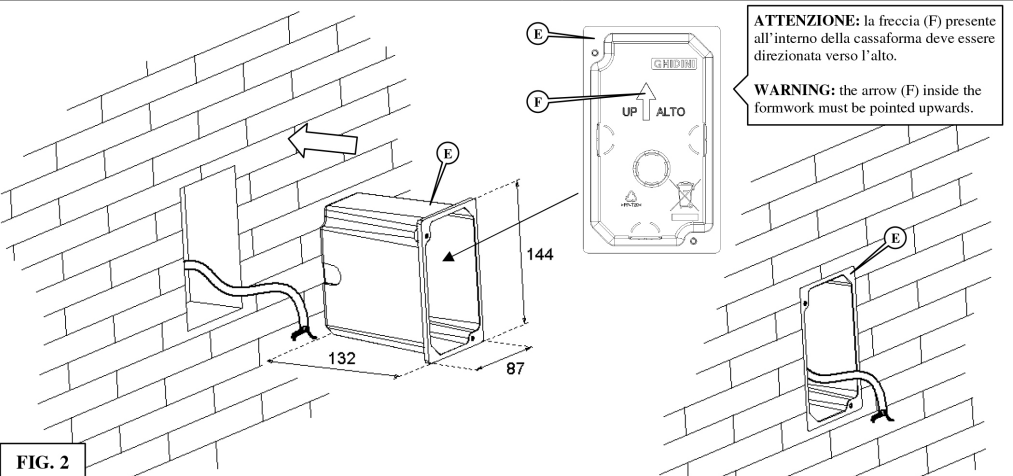

FIG. 2
(I) FIG.2 Creare una sede adeguata nella parete sufficiente a poter alloggiare la cassaforma (E) come mostrato in figura. **ATTENZIONE: L'inserimento della cassaforma (E) deve essere fatto in modo da avere la freccia (F) presente all'interno di essa direzionata verso l'alto.** Gettare poi il cemento verificando che il bordo della cassaforma (E) rimanga a filo con il muro.
(F) FIG. 2 Prévoir un logement suffisamment grand dans le mur pour y introduire le coffrage (E) comme indiqué sur la figure. **ATTENTION: Le coffrage (E) doit être placé de façon à ce que la flèche adhésive (F) qui se trouve à l'intérieur soit dirigée vers le haut.** Couler ensuite le ciment en s'assurant que le bord du coffrage (E) est au niveau du mur.
(D) ABB. 2 Einen geeigneten Raum in der Wand schaffen, der ausreicht, um die Schalung (E), wie auf der Abbildung gezeigt, unterzubringen. **ACHTUNG: Das Einsetzen der Schalung (E) muss so durchgeführt werden, dass der innerhalb derselben vorhandene Pfeil (F) nach oben zeigt.** Anschließend den Zement einbringen und **überprüfen, dass der Rand der Schalung (E) auf einer Ebene mit der Wand bleibt.**
(E) FIG. 2 Cree un alojamiento adecuado en la pared suficientemente grande para poder alojar el encofrado (E), como se muestra en la figura. **ATENCIÓN: La inserción del encofrado (E) debe hacerse de manera que la flecha (F) presente dentro del mismo quede orientada hacia arriba.** A continuación, eche el cemento verificando que el borde del encofrado (E) permanezca a ras de la pared.